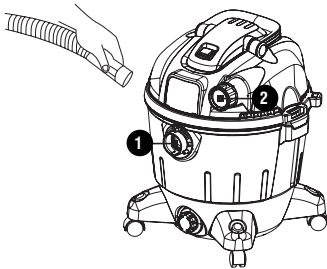

Fig. 5 – Conectando a mangueira no aspirador
- Encaixe o conector da mangueira no bocal da conexão conforme mostra a Fig. 5;